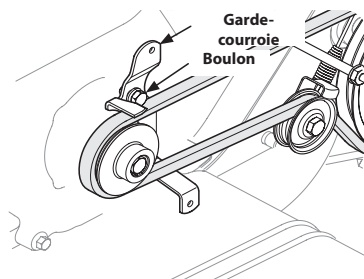

Figure 19
4. À l'aide d'un clé de ½ po, retirez le boulon qui fixe le garde-courroie au moteur. Voir Figure 19.